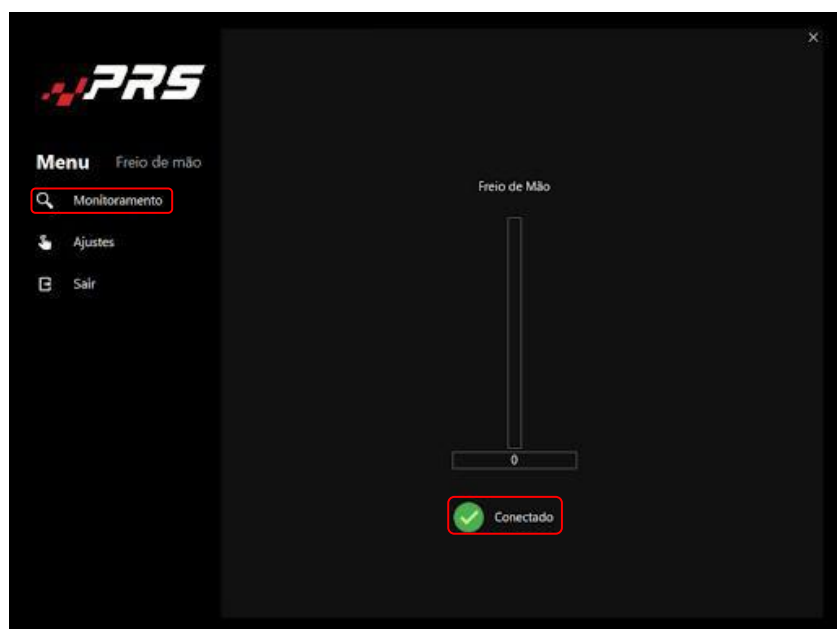

Figura 7
(3) Zona morta inferior: Regula a chamada “dead zone”. Se na tela de configuração de seu freio de mão (**Página 8, Figura 7**), o valor não estiver em 0%, você pode aumentar o valor da configuração gradativamente, até o valor zerar.